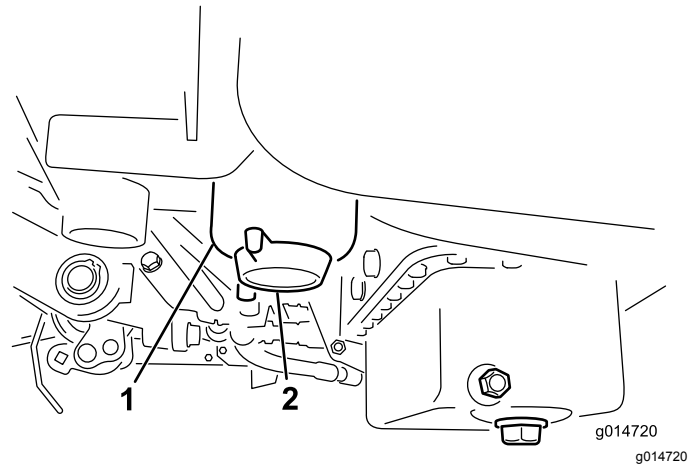

Figura 32
3. Abra o tampão de drenagem no filtro de combustível aproximadamente uma volta e drene qualquer água acumulada (Figura 32).